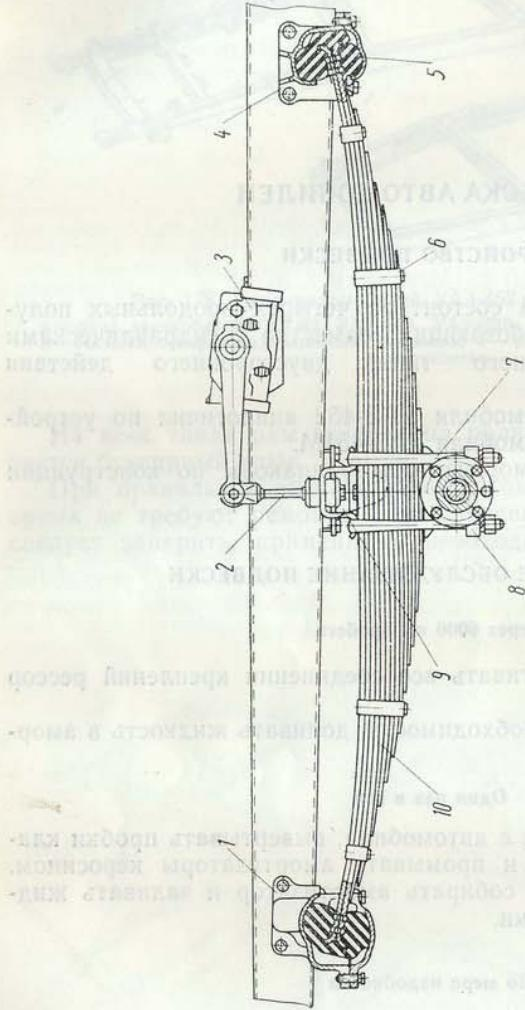
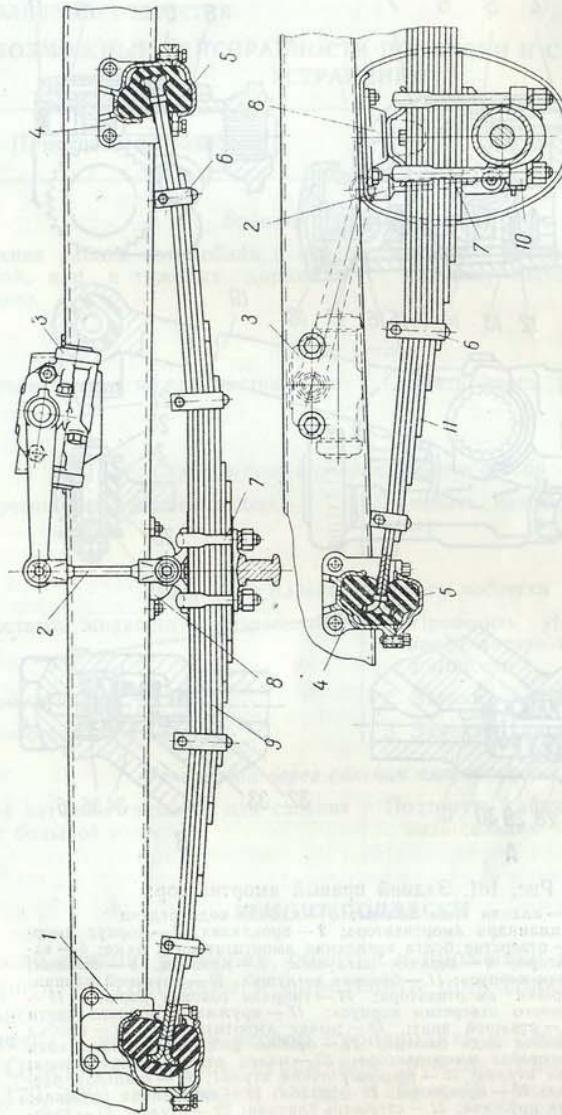

Рис. 179. Передняя подвеска автомобиля УАЗ-452 и его модификаций:
Рис. 180. Передняя и задняя подвески автомобиля УАЗ-451М и его модификации:
Подвеска автомобилей состоит из четырех продольных полуэллиптических рессор, работающих совместно с гидравлическими амортизаторами рычажного типа, двустороннего действия (рис. 179, 180, 181).
1. Отвернуть гайки стремянок рессор, снять стремянки 7 (рис. 179, 180), подкладки 8 (рис. 179) и 10 (рис. 180) и накладки рессор.
5. Снять рессоры 10 (рис. 179), 9 и 11 (рис. 180) с резиновыми подушками 5.
1. Отсоединить стойку 2 амортизатора 3 и отвести рычаг вверх (рис. 179, 180).